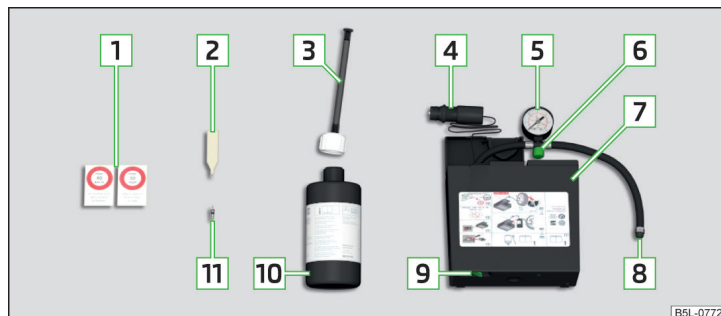

Fig. 177 Descrierea setului de pană
- Scuturați de câteva ori bine recipientul  » *fig. 177 la pagina 167*.
- Înșurubați bine furtunul de umplere  » *fig. 177 la pagina 167* pe ventil.
- Lipiți autocolantul corespunzător  » *fig. 177 la pagina 167* pe planșa de bord, în câmpul vizual al șoferului.